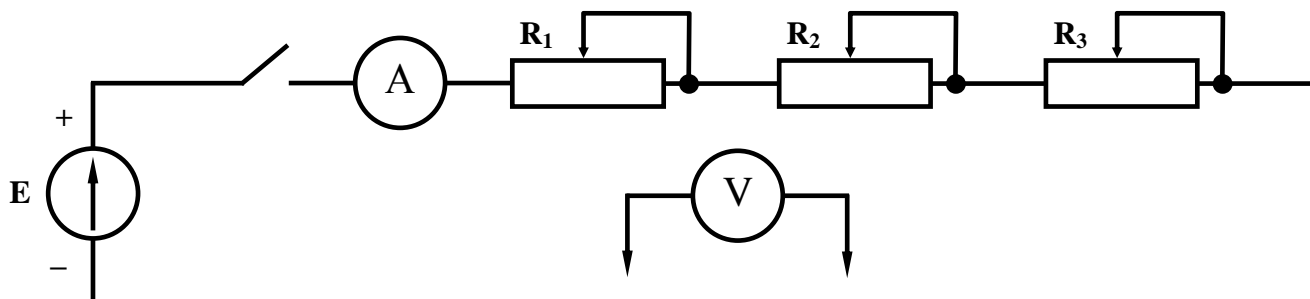

Рисунок 3 – Схема для исследования цепи с последовательным соединением резисторов
1. Собрать электрическую схему рисунок 3. С помощью амперметра измерить ток в цепи, с помощью вольтметра – падение напряжений на отдельных ее участках для двух положений движков реостатов.